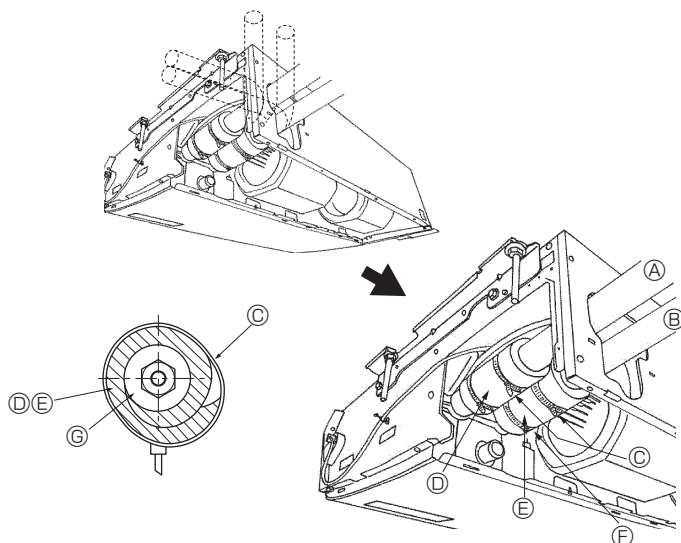

Fig. 4-2
4.2. Внутрішній блок (Fig. 4-2)